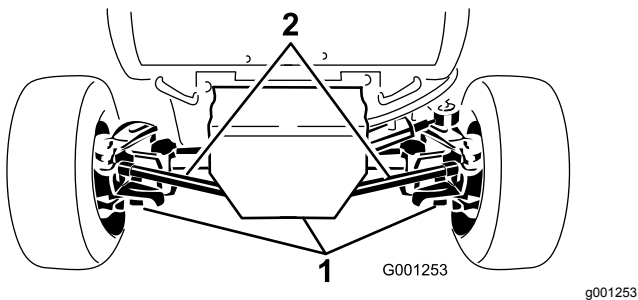

Figura 59
2. Limpie la zona alrededor de los tres tapones de vaciado (Figura 59).